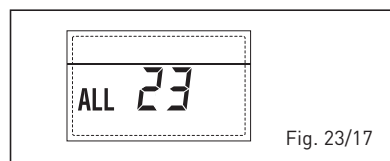

Fig. 23/17
- ANOMALIA SONDA COLLETTORE SOLARE (S1) "ALL 24" (fig. 23/18)